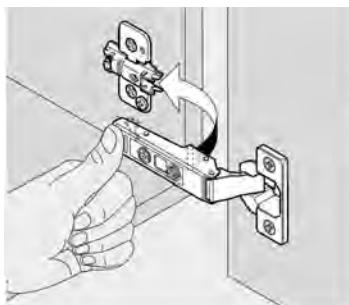

рис.1
- при использовании магнитной пружинной защелки (система Push-to-open) необходимо снять ее, потянув в сторону, и переустановить на другую боковину (рис.1).**